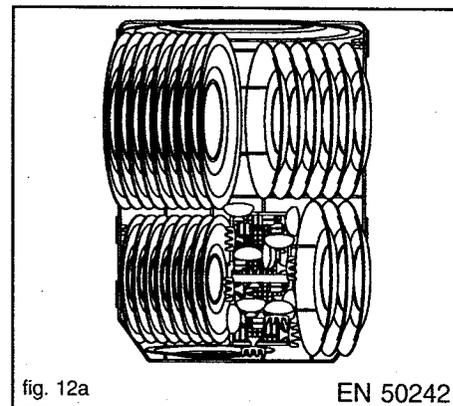

fig. 12a
2. Placer dans ce panier: assiettes plates, creuses, à dessert, casseroles et plats (fig. 12a-12b). Exemple de disposition de la vaisselle: